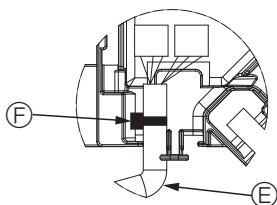

Fig. 5-11
- Поместите ленту, фиксирующую провод мотора дефлектора, в коннекторную коробку, как показано на схеме. (Fig. 5-11)